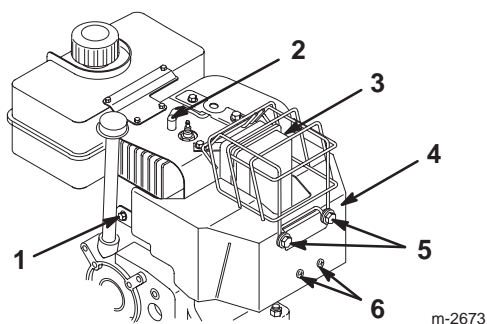

Figure 21
Avant d'utiliser la déneigeuse par une température extérieure supérieure ou égale à 4°C, déposez la boîte de chauffage (Fig. 21).
1. Débranchez la bougie et éloignez le capuchon pour éviter tout risque de contact accidentel (Fig. 21).
4. Enlevez les fixations de la boîte de chauffage du carburateur (Fig. 21).